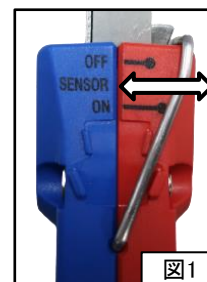

図1
- ①カッターON/OFFスイッチをONにします。
- ②心線切替金具をONもしくはOFFにします。(図1)